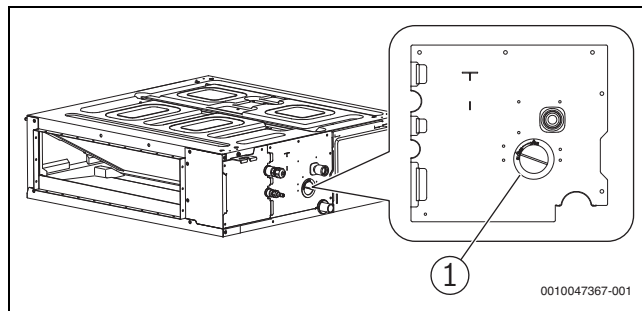

Fig. 443
- ▶ Abra o tampão cego da água de teste (→ Fig. 443) na máquina, este precisa de estar desapertado durante o teste de drenagem para verificar se a bomba de drenagem está ligada e se existe um problema com a bomba de drenagem.